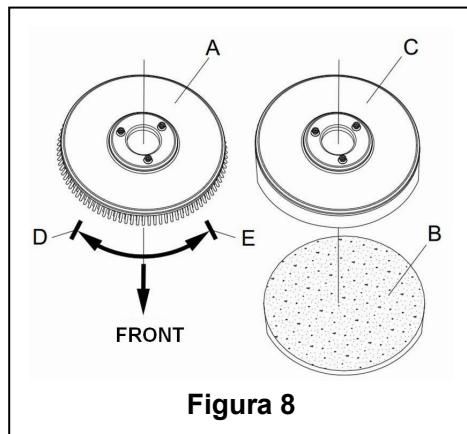

Figura 8
Conforme al tipo de suelo a limpiar, la máquina puede ser instalada con el cepillo (Figure8, A), o el panel de la almohadilla (Figura 8, B y C).
1. (Sólo aplicable a los modelo AS430B y AS510B): asegúrese de que el interruptor (41) está en posición de desconectado (O).
2. Presione el manillar (2) hacia abajo para levantar el cuerpo del tanque (26).
3. Coloque el cepillo (A) o el panel de la almohadilla (B – C) debajo del estuche.
4. Use el manillar (2) para bajar el cuerpo del tanque (26) hasta que entre en contacto con el cepillo o el panel de la almohadilla.
5. Para instalar el cepillo/el panel de la almohadilla automáticamente, gire el interruptor de encendido (41) a la posición “I” y presione el interruptor de seguridad (1) hacia abajo. Empuje suavemente la máquina hacia delante para permitir que la rueda de correa en la parte inferior del cuerpo del tanque se alinee con el cepillo o el panel de la almohadilla que se puede instalar a continuación. Luego libere el interruptor de seguridad. Si hace falta, repita los procedimientos hasta que el cepillo/el panel de la almohadilla estén montados.
6. Si el paso 5 le resulta difícil, use el método manual siguiendo la punta de flecha (D) para instalar el cepillo/el panel de la almohadilla (como indica la Figura 8).
7. Para descargar el cepillo/el panel de la almohadilla automáticamente, gire el interruptor de encendido (41) a la posición “O”. Sujete el manillar con la mano y presione la máquina hacia abajo hasta que la rueda de guía toque el suelo y el cepillo/el panel de la almohadilla quede colgando en el aire. Gire el interruptor de encendido a la posición “I” y presione el interruptor de seguridad para que el cepillo/el panel de la almohadilla caigan al suelo.
8. Si el paso 5 le resulta difícil, use el método manual que consiste en girar el cepillo/el panel de la almohadilla en la dirección opuesta a la normal y éste quedará desmontado. (como indica la Figura 8).